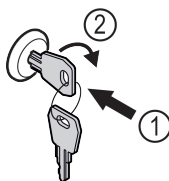

Fig. 161
- Uvucite ključ. Fig. 161 (1)
- Okrenite ključ za 90° nadesno. Fig. 161 (2)